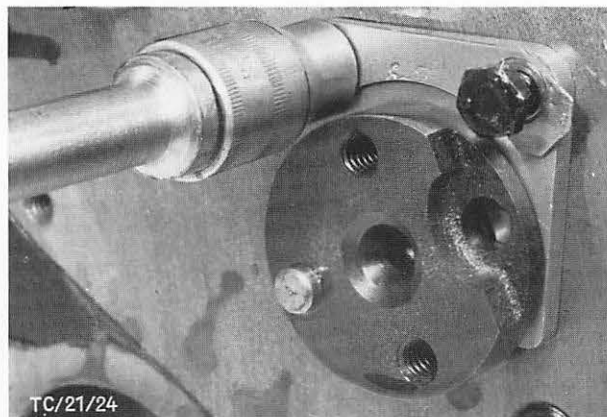

Abb. 42 Nockenwellen-Halteplatte abschrauben
23. Beide Schrauben der Nockenwellen-Halteplatte entsichern und herausdrehen, Abb. 42. Halteplatte entfernen.